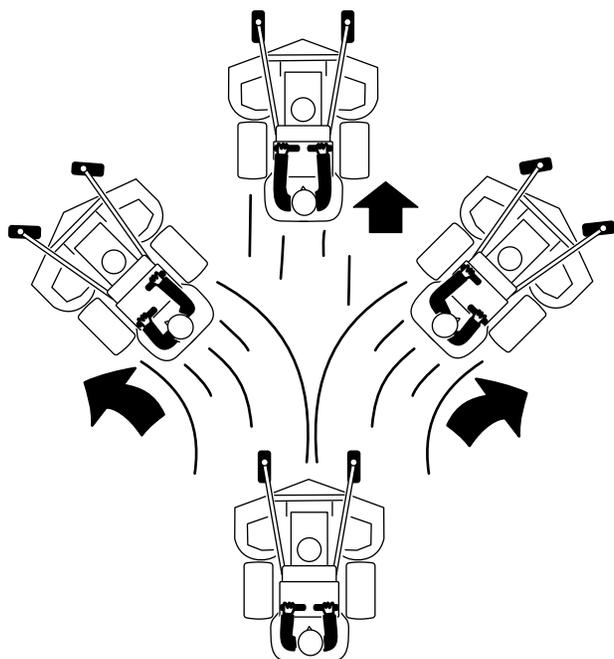

Рисунок 19
4. Медленно переведите рычаги управления движением вперед (Рисунок 19).